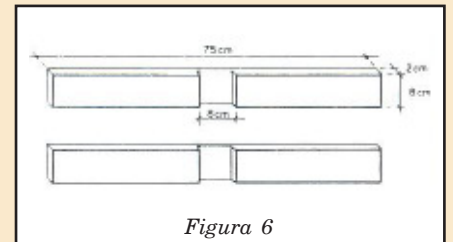

Figura 6
- Fazer um sulco de 8cm de comprimento por 1cm de espessura, passando pelo centro dos dois pedaços de madeira de 75cm de comprimento (Figura 6).